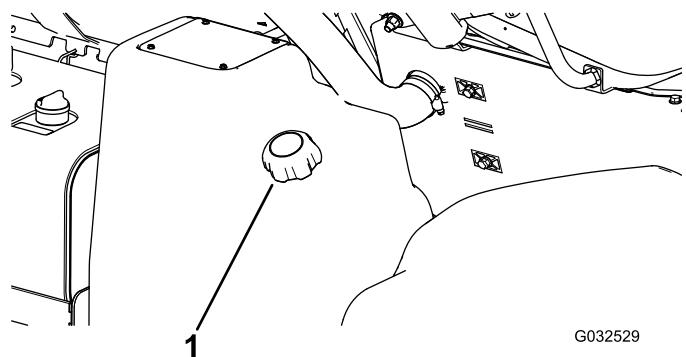

Figura 40
2. Limpe a zona em torno do tampão do depósito de combustível (Figura 40).